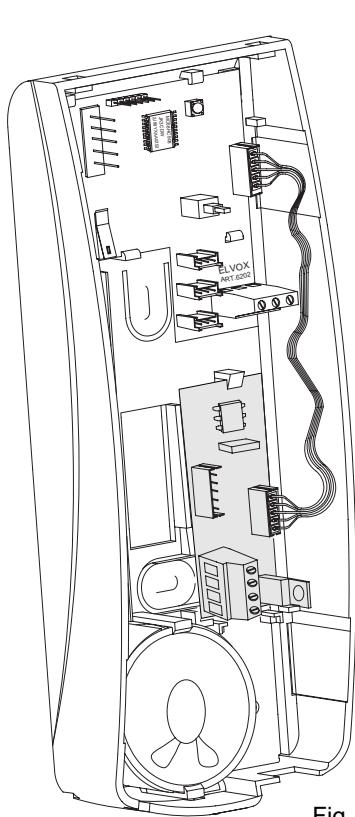

Fig. 4
- Inserire all'interno del citofono la scheda di connessione fornita con il monitor art. 6002 (vedi fig. 4) e collegare la scheda al citofono tramite i connettori CN1 (scheda) e CN2 (citofono).
- Insert the connection card provided with monitor type 6002 inside the interphone (see fig. 4) and connect the card to the interphone by using connectors CN1 (card) and CN2 (interphone).
- Insérer à l'intérieur du poste d'appartement la carte de connection fournie avec le moniteur Art. 6002 (voir Fig. 4) et raccorder la carte au poste d'appartement au moyen des connecteurs CN1 (carte) et CN2 (poste d'appartement).
- Beim Haustelefon die mit dem Monitor Art. 6002 mitgelieferte Anschlußkarte einsetzen (siehe Abb. 4) und durch die Verbinde CN1 (Karte) und CN2 (Haustelefon) die Karte anschließen.
- Insertar en el interior del interfono la ficha de conexión provista con el monitor Art. 6002 (ver Fig. 4) y conectar la ficha al interfono por medio de los conectores CN1 (ficha) y CN2 (interfono).
- Inserir no interior do interfone a placa de ligação fornecida com o monitor Art. 6002 (ver Fig. 4) e ligar a placa ao interfone através dos conetores CN1 (placa) e CN2 (interfone).